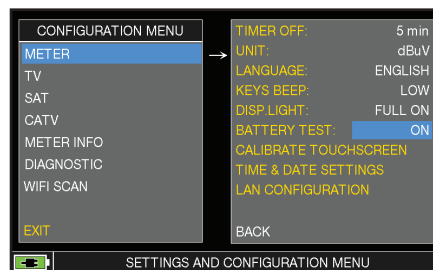

FIG. 2\*
- Sélectionner «METER» (Fig. 2) et Appuyer sur «ENTER» pour confirmer;
- Sélectionner «BATTERY TEST» puis «ON» (Fig. 2);